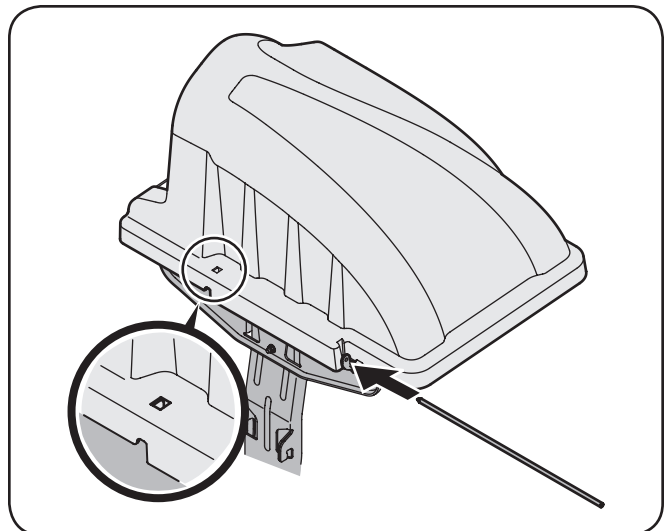
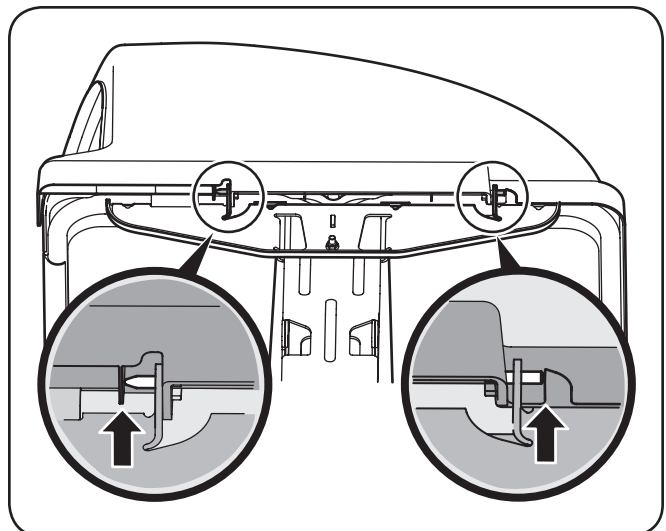

Figure 4-15
Figure 4-16
6. Glissez la goupille de charnière dans le trou situé sur la languette de montage, comme illustrée à la figure 4-15. Servez-vous de la fenêtre de découpe (consultez le médaillon de la figure 4-15) pour aligner la goupille de charnière de l'autre côté et pousser la goupille jusqu'au fond jusqu'à ce qu'elle atteigne la butée d'extrémité. En ce moment la goupille s'enclenche bien en place et est sécurisée à l'aide de la languette qui se trouve dans le couvercle du dispositif d'ensilage. Consultez la figure 4-16.